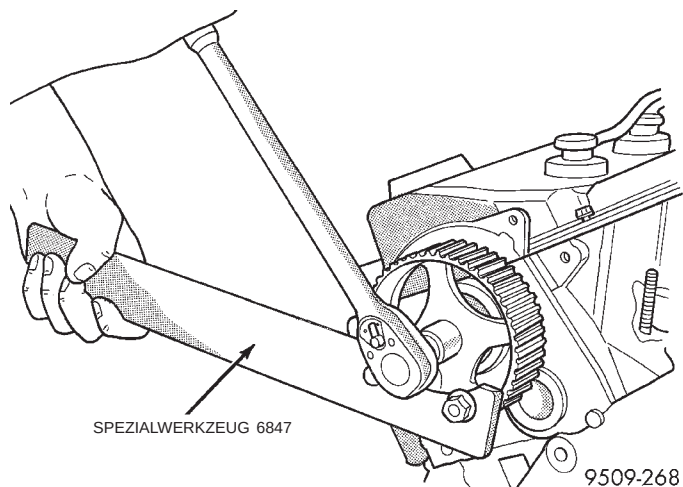

Abb. 59 Nockenwellenräder—Aus- und Einbau
(1) Nockenwellenrad mit Spezialwerkzeug 6847 halten. Schraube und Unterlegscheibe herausdrehen (Abb. 59).
(2) Nockenwellenrad von der Nockenwelle abnehmen.
(1) Nockenwellenrad auf die Nockenwelle setzen.
(2) Schraube zusammen mit Unterlegscheibe eindrehen. Nockenwellenrad mit Spezialwerkzeug 6847 halten und die Schraube mit einem Anzugsmoment von 88 N·m (65 ft. lbs.) festziehen (Abb. 59).